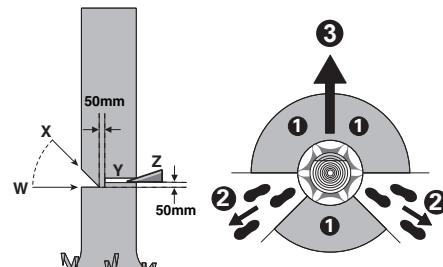

Figura 1
Antes de talar el árbol deberá planificarse y despejarse, si procede, la trayectoria de escape. Dicha vía de escape debe ir diagonalmente en dirección opuesta a la dirección de caída prevista, tal como puede verse en la Figura 1. Antes del talado deberá tenerse en cuenta la inclinación natural del árbol, la posición de las ramas más grandes, y el sentido en que sopla el viento para poder predecir la dirección de caída del árbol. La suciedad, piedras, corteza suelta, clavos, grapas y alambre deberán retirarse del árbol.
Realice un corte de 1/3 del diámetro del árbol en sentido perpendicular a la dirección de caída, tal como se muestra en la figura 1. Realice primero el corte inferior horizontal (W). Con ello se evita que la cadena de sierra o la espada se atasquen al efectuar el corte inclinado de la cuña (X).
Realice el corte de talado (Y), como mínimo, 50 mm más alto que el corte de muesca, tal como puede verse en la figura 1. Sierre el corte de talado paralelamente al corte inferior horizontal de la cuña. Profundice el corte de talado cuidando que quede todavía una costilla que pueda actuar a modo de bisagra. Esta costilla de madera evita que el árbol pueda girarse y se desplome en dirección incorrecta. No sierre esta costilla de madera.